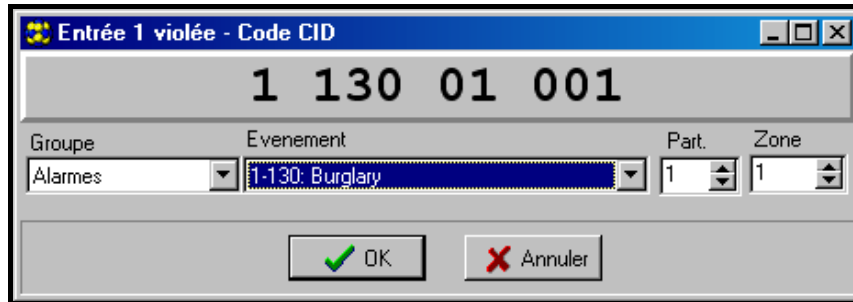

Fig. 12. Vue du générateur de codes CID.
- **CID (Contact ID)** – demande de saisir les informations décrivant l'événement (colonnes : **CODE** – code d'événement, **R** – violation/restauration, **Part.** – partition, **N°** - entrée). A cette fin, utiliser le générateur de codes (voir : Fig. 12) en cliquant sur le bouton  :